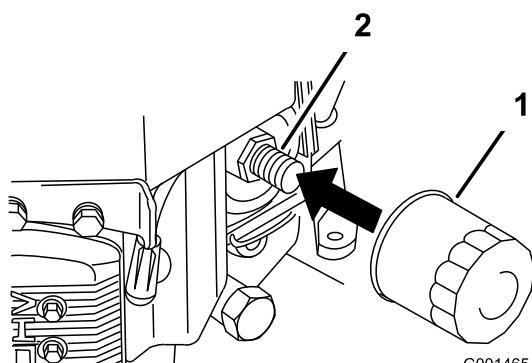

**Figura 35**
5. Coloque un recipiente debajo del tubo de vaciado. Gire la válvula de vaciado para que se drene el aceite (Figura 35).